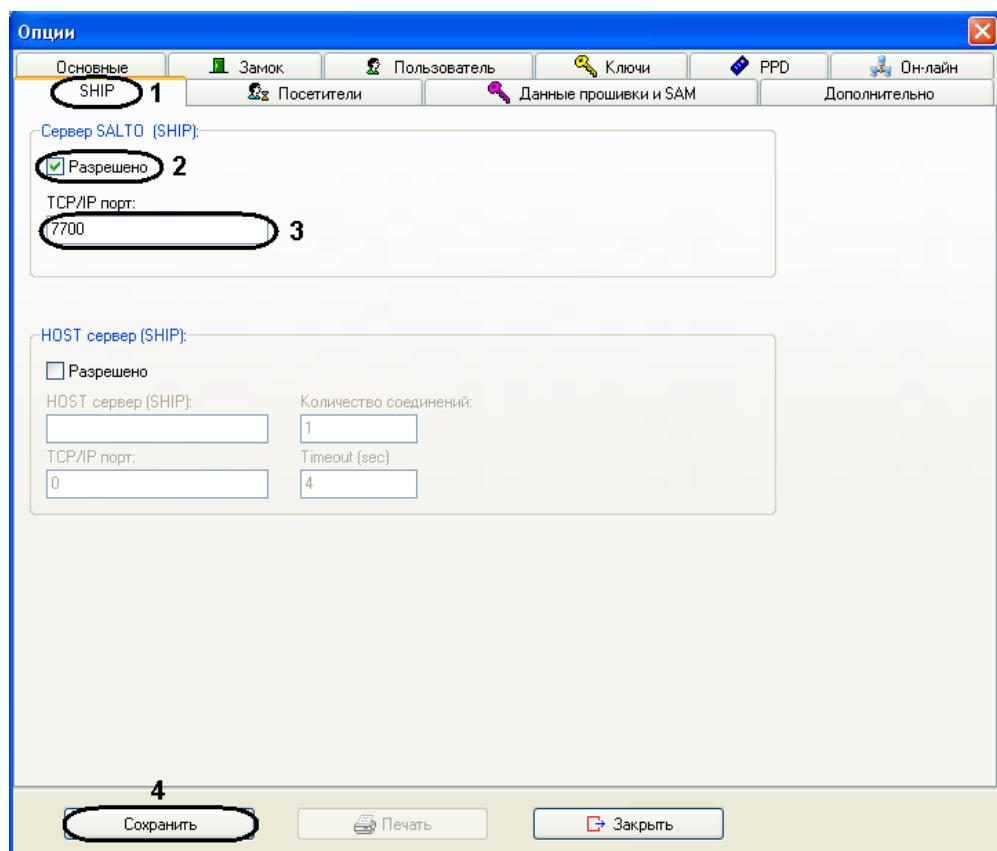

Рис. 3.2—4 Настройка порта для SHIP-протокола
3. Установить флагок **Разрешено** (см. Рис. 3.2—4, 2).